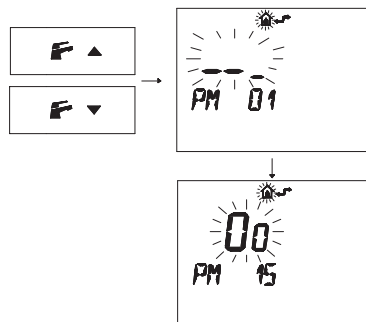

Figura 5.25
- Pulse los botones **F**  $\blacktriangledown$  o **F**  $\blacktriangle$  para visualizar la programación "PM15" para la habilitación de la sonda externa (Figura 5.25).